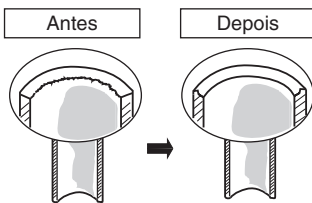

Fig. 5-1
- (1) Corte o tubo de cobre no comprimento requerido com um cortador de tubos. É recomendável cortar aprox. 30 – 50 cm mais longo do que o comprimento estimado para a tubagem.
- (2) Retire as rebarbas de cada extremidade da tubagem de cobre com um escareador de tubos ou outra ferramenta similar. Este processo é importante e deve ser realizado cuidadosamente para obter um bom afunilamento. Certifique-se de impedir a penetração de quaisquer contaminadores (humidade, sujidade, limalha, etc.) na tubagem. (Figs. 5-1 e 5-2)